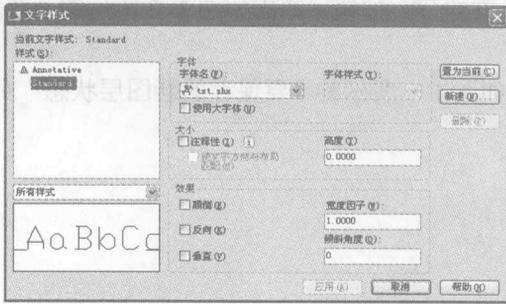

图 1-12 “文字样式”对话框
1) 单击“文字”工具栏或“样式”工具栏中的“文字样式”  按钮, 或选择“格式”→“文字样式”命令, 弹出如图 1-12 所示的“文字样式”对话框, 系统默认的文字样式名为 txt.shx。